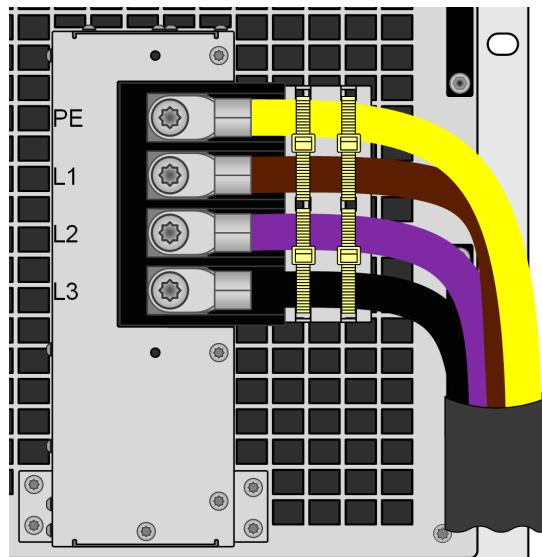

图 11 - 完整安装的固定支架
1. 如下图 11 所示，将通向交流端子的电线水平排列在预装支架前方。